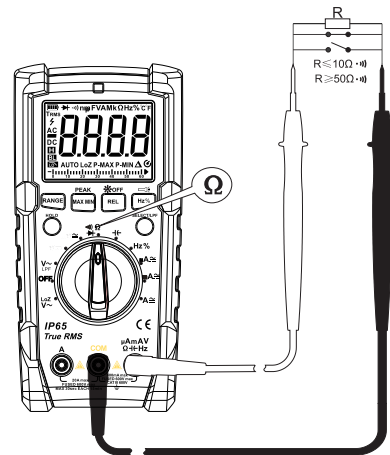

图3
3. 电阻测量(见图3)
4. 通断测量的操作步骤如下(见图3):